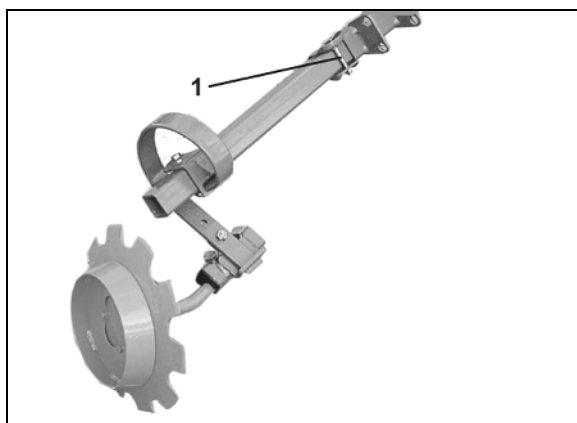

Fig. 89
- de la largeur de travail de la machine (Fig. 89/1)
- semences fines de type colza (Fig. 89/2)
- semences de type céréales ou légumineuses (Fig. 89/3).